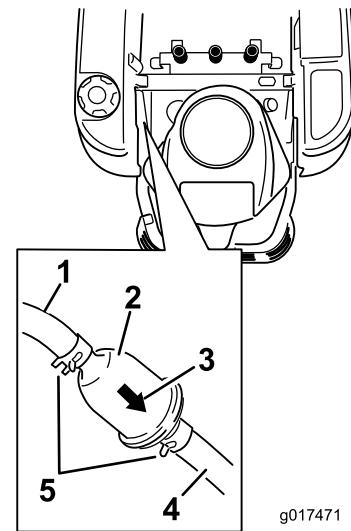

Figure 36
3. Repérez le filtre à carburant sur le côté du moteur, comme illustré (Figure 36).
4. Pincez les extrémités des colliers et faites glisser ceux-ci pour les éloigner du filtre (Figure 36).
6. Montez un filtre neuf en veillant à pointer la flèche indiquant le sens d'écoulement vers le moteur. Rapprochez les colliers de flexibles du filtre (Figure 36) pour le fixer en place.